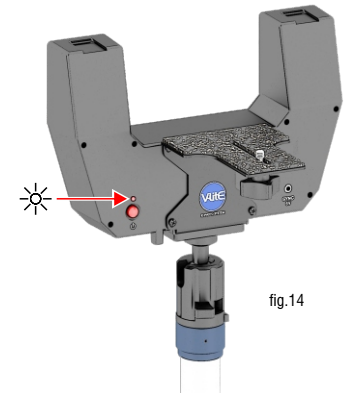

fig.14
- 2 - Pressione o botão Liga/Desliga, o LED para de piscar e fica aceso indicando que o FLASH está ligado. (fig.14)